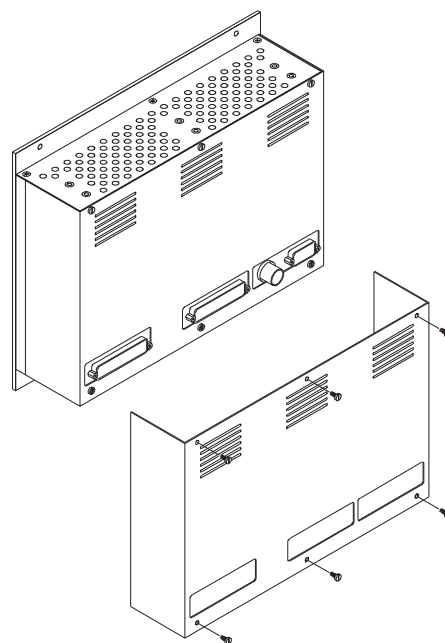

Bild 4-13: Entfernen des rückseitigen Abdeckblechs
3. Entfernen Sie nach dem Lösen der sechs Befestigungsschrauben auf der Geräterückseite das Abdeckblech. (Bild 4-13)